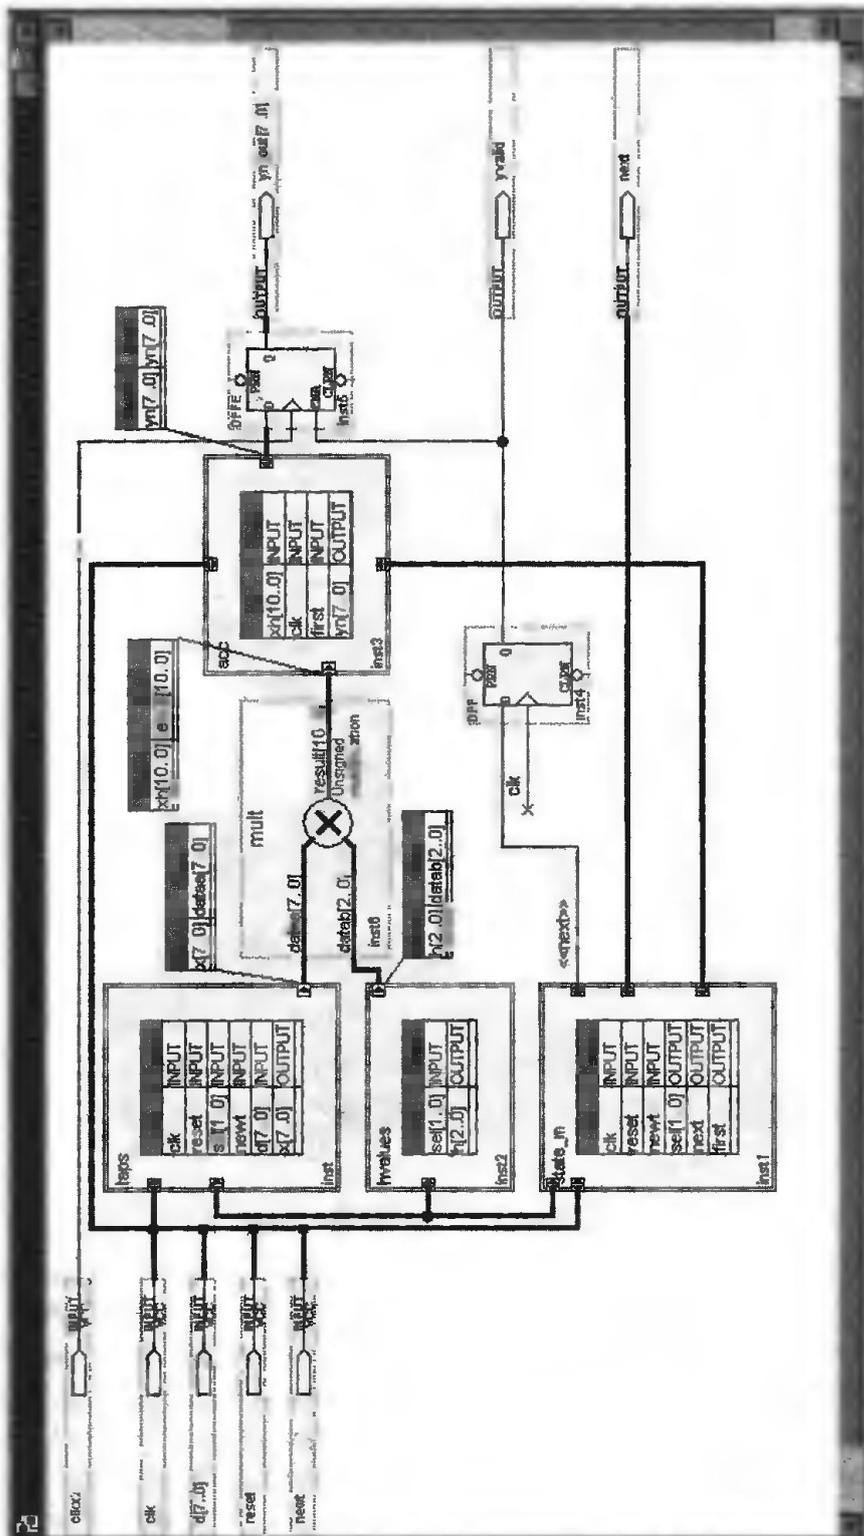

Рис. 3.29
10. Для сохранения файла блок-схемы проекта (**Block Design File**) выполните команду **Save** (сохранить) меню **File**. Текущая блок-схема создаваемого проекта показана на рис. 3.29.